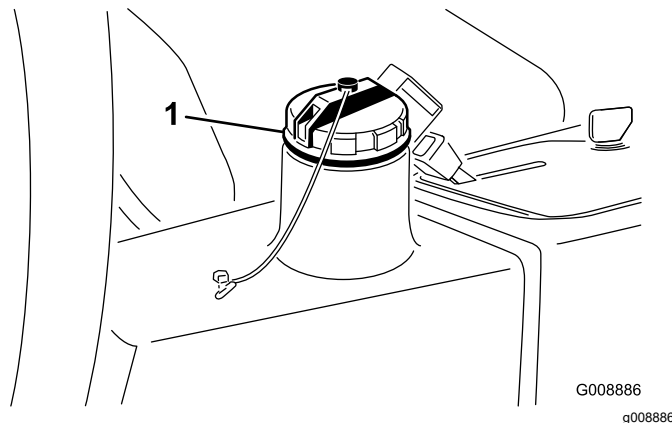

Figura 60
3. Riempite il serbatoio (**Figura 60**) con 13,2 litri circa di fluido idraulico; vedere Verifica dell'impianto idraulico.